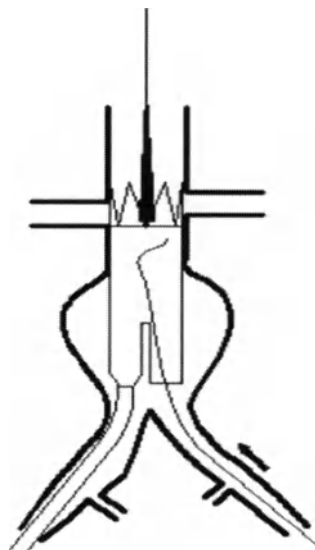

Рис. 9 Введение второго проводника.
- Установите второй проводник через контралатеральную бедренную артерию в короткую браншу установленного стент-графта AAA. (рис. 9).